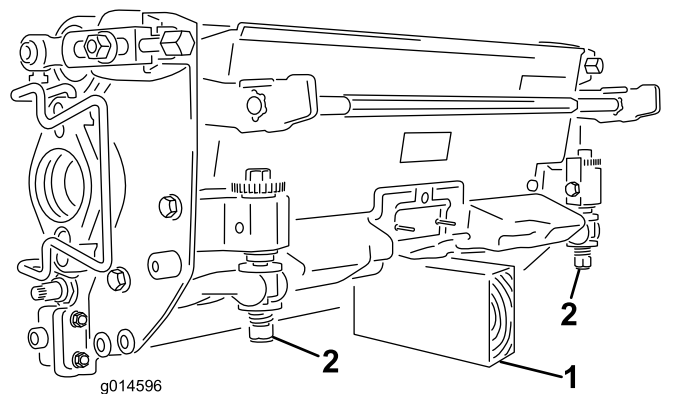

Figure 61
**Important:** Chaque fois que vous devez basculer l'unité de coupe, soutenez-la à l'arrière pour empêcher les écrous situés sur les vis de réglage de la barre d'appui de reposer sur la surface de travail (Figure 61).